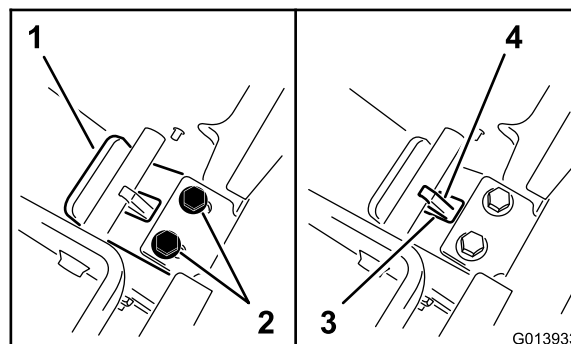

Figura 12
5. Manteniendo la presión sobre la chapa trasera, deslice la lengüeta hacia usted, hasta que el borde de la chapa de la lengüeta entre en contacto con el travesaño (Figura 12).